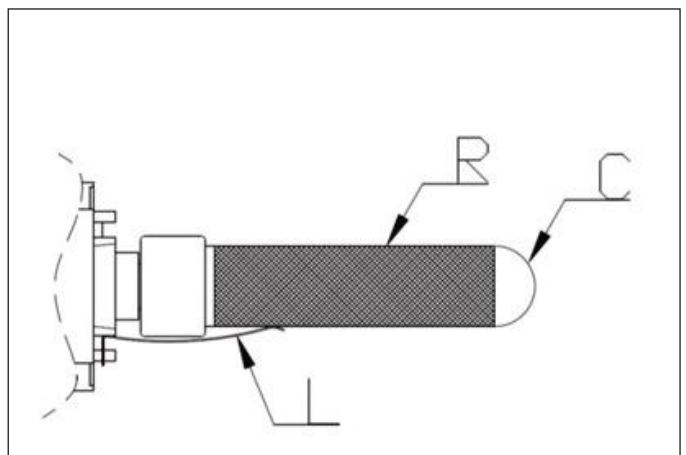

fig. 27
- 4) Svitare delicatamente il condensatore al quarzo (c fig. 27) agendo sulla bussola in plastica rossa alla base del condensatore (fig. 26).
- 5) Sfilare la rete (R fig. 27) esterna al tubo: se l'operazione risulta difficoltosa, ruotare leggermente la rete attorno al condensatore al quarzo.
- 4) Gently unscrew the quartz condenser (c fig. 27) using the red plastic bushing at the base of the condenser (fig. 26).
- 5) Remove the mesh (R fig.27) from the outside of the tube. If the operation is difficult, lightly rotate the mesh around the quartz condenser.
- 10) Riposizionare la rete metallica sul condensatore sovrapponendola alla griglia interna e controllare che la linguetta (L fig. 27) sia a contatto con la stessa e la preme contro il vetro al quarzo del condensatore (c).
- 10) Reset the metal mesh on the condenser overlapping the inner grill and check the tab (L fig. 27) is in contact with the metal net and push it against the glass of the capacitor (c).